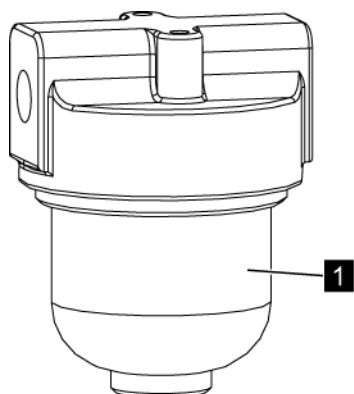

Abb. 224: Filtertopf
3. Einen geeigneten Behälter für Hydrauliköl unter den Filtertopf (Abb. 224/1) stellen.
4. Den Filtertopf (Abb. 224/1) vorsichtig abschrauben.
6. Den Filtertopf (Abb. 224/1) auf Beschädigungen prüfen und reinigen.